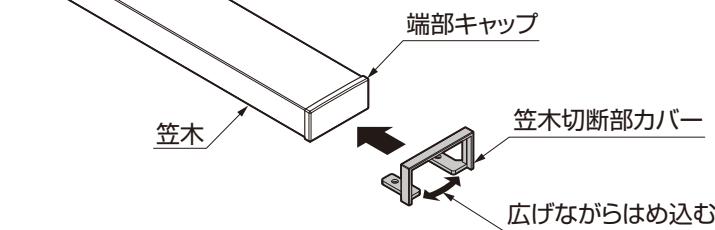

図3-1
- ① ステンレスラッピング笠木の端部と端部キャップや傾斜・傾斜コーナージョイントなどの組合せ部に、笠木切断部カバーを広げながらはめ込んでください。(図3-1参照)